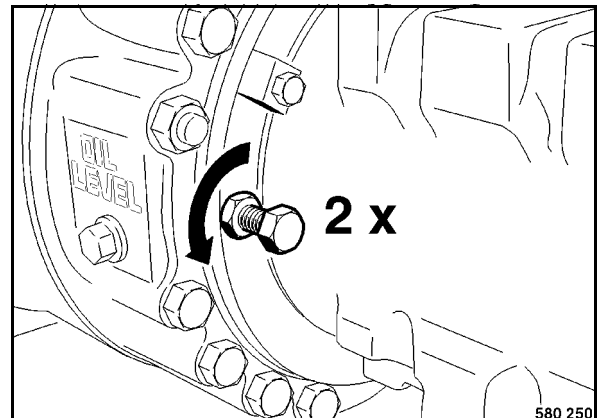

fig. 64
- Dévisser les vis de desserrage du frein (fig. 64) de deux tours et les bloquer avec les contre-écrous.